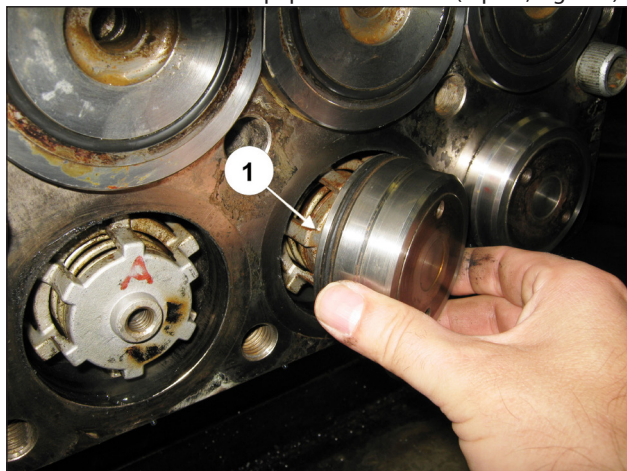

Fig. 139
Placer les bouchons d soupape sur la culasse (rep. ①, Fig. 139).